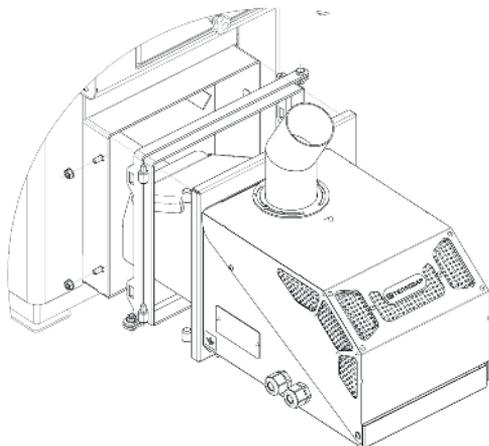

Рисунок 12.3
3. Установить переходной кронштейн крепления горелочного устройства и зафиксировать его гайками Рис.12.3.